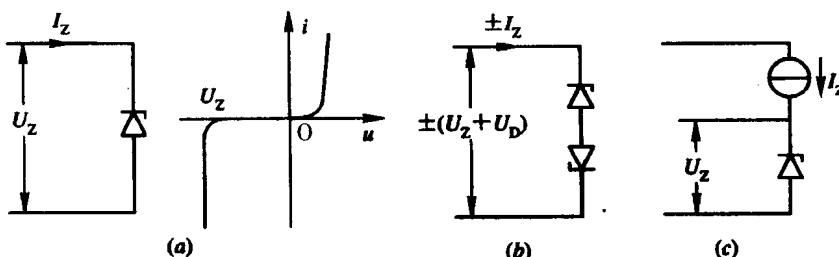

图 1-14 稳压二极管
稳压二极管是一种硅材料制成的面接触型晶体二极管，简称稳压管。它反向击穿时，在一定的电流范围内，电压几乎保持不变，从而达到稳压目的。其符号及特性如图 1-14(a) 所示。对稳压二极管的要求主要有以下三点。
1) 温度系数小。方法之一是使一管内兼有雪崩击穿和齐纳击穿两种击穿机理，正负温度系数互相抵消，使 U_z 的稳定性提高。通常 U_z 在 5 ~ 7V 之间，温度系数最小。方法之二是采用两管对接，让反向雪崩击穿的正温度系数和正向导通的负温度系数互为补偿，以达到减小温度系数之目的，如图 1-14(b) 所示。
2) 击穿特性的动态电阻 r_z 要小，即 $r_z = \frac{\Delta U_z}{\Delta I_z}$ 要小。为减小 r_z 的影响，有时采用恒流源供电；如图 1-14(c) 所示。